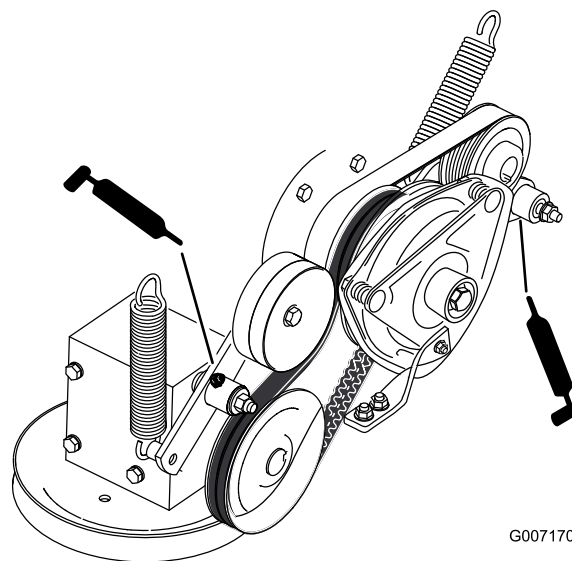

Figura 31
6. Ingrassate il braccio di rinvio della cinghia di trasmissione della PDF (Figura 31).
7. Ingrassate il braccio di rinvio della cinghia della pompa (Figura 31).